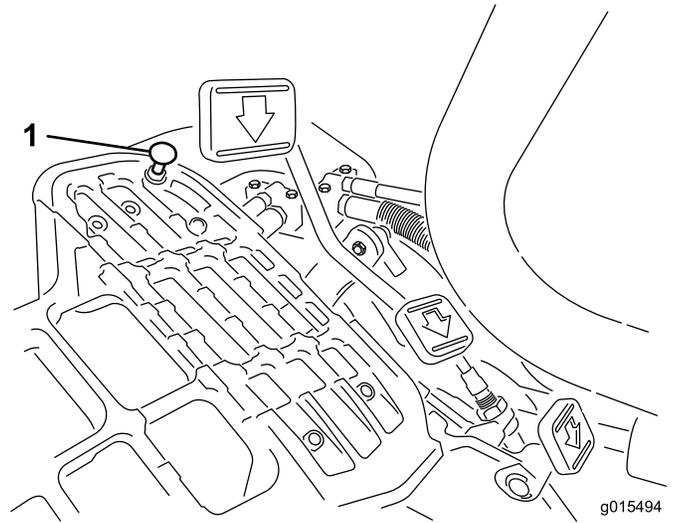

图54
向下按驱动踏板。如果在电缆感到张紧力之前，线缆踏板接触到停止器（图54），则需要进行调整：
1. 松开将踏板停止器固定到底板上的凸缘头锁紧螺母（图54）。